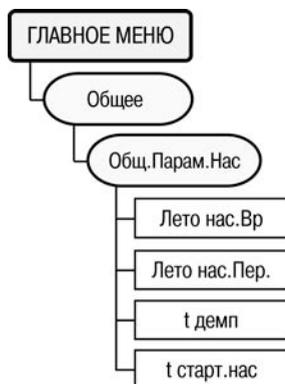

Рисунок 6.20
6.13.18 Параметры общие для насосов контура 1 и контура 2, задаются через пункт меню **//Общее/Общ.Парам.Нас.** (рисунок 6.20).